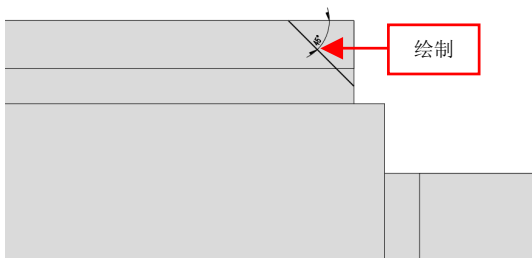

图 13-65 绘制草图对象
(18) 单击【拉伸切除】按钮, 选取前视基准面, 进入草图绘制环境, 绘制草图对象, 如图 13-65 所示。